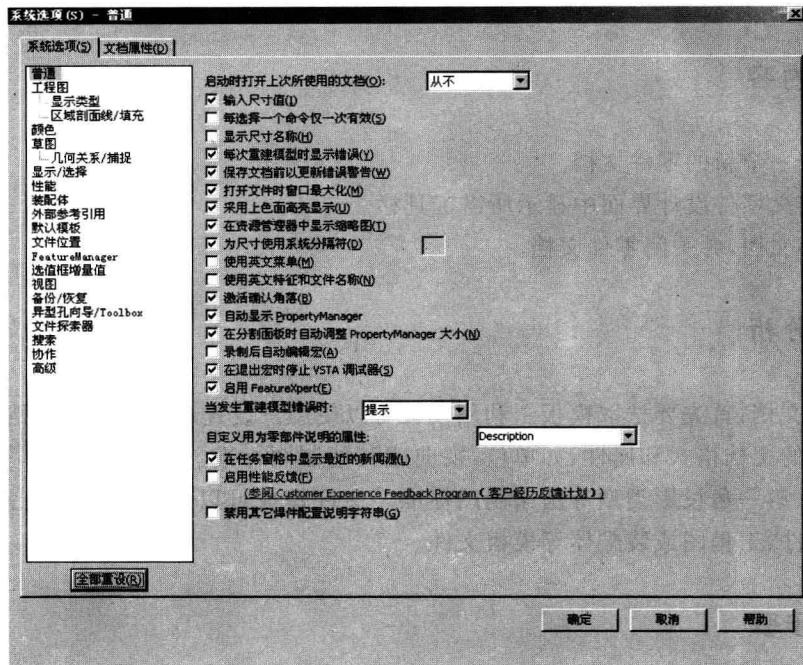

图 1-5 “系统选项(S)-普通”对话框
③ 单击系统选项图标 (标准工具栏), 或者选择“工具”→“选项”命令, 系统将弹出“系统选项(S)-普通”对话框, 如图 1-5 所示。